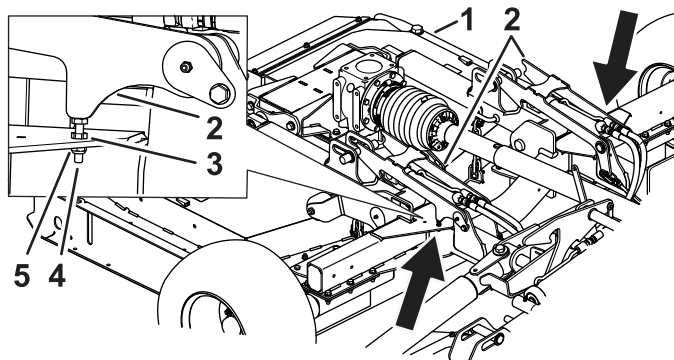

Figure 85
1. Desserrez l'écrou de blocage (Figure 85).
2. Montez ou baissez le boulon pour corriger la position de blocage des goupilles par les verrous du tablier (Figure 85).
3. Après avoir réglé le boulon, serrez l'écrou de blocage et l'écrou (Figure 85).